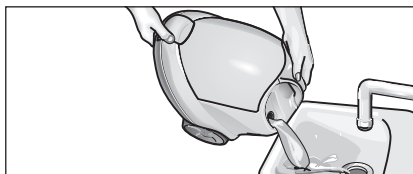

Fig.12: Skylning af kedel
- Fyld kedlen med vand og ryst den kraftigt (derved løsnes kalkrester, der er aflejret i bunden af kedlen). Hæld vandet ud ved at tippe aggregatet mod hjørnet med påfyldningstragten (se fig. 12).
- Hæld resten af vandet helt ud af kedlen (se fig. 12).